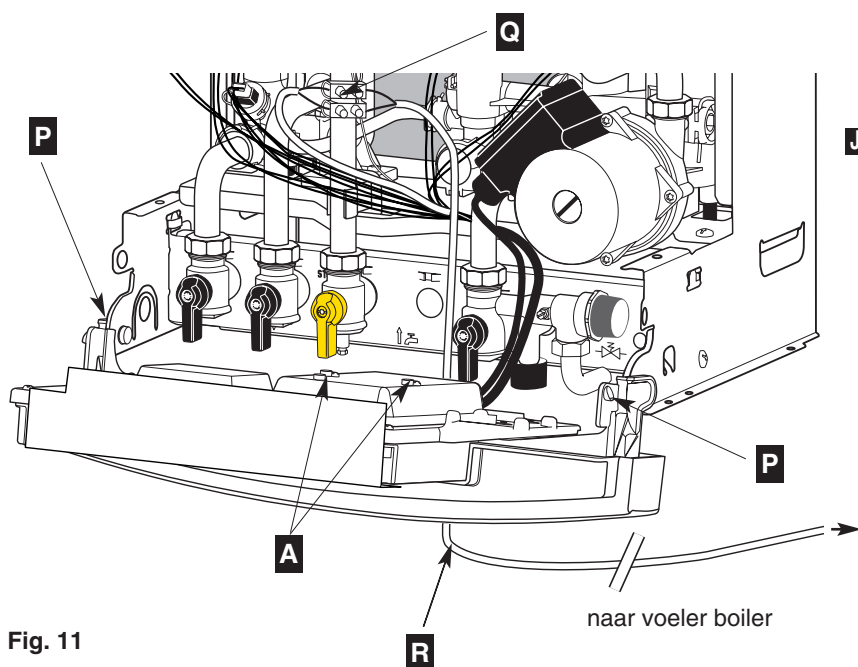

Fig. 11
- los de 2 vijzen **A** (fig.11) van de beschermkap, verwijder de kap.
- Sluit de kabel **R** van de voeler van de boiler aan op de aansluiting **Q** op de gasbuis (fig. 11).